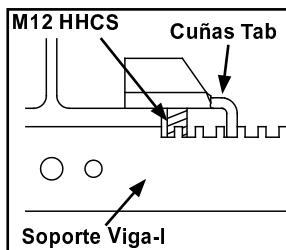

Figura 3-15A
Paso 5. Deslice las cuñas hacia el alma de la viga hasta que dos (2) Tornillos M12 x 100 mm HHCS toquen los lados del Patín vea Figura 3-15A.